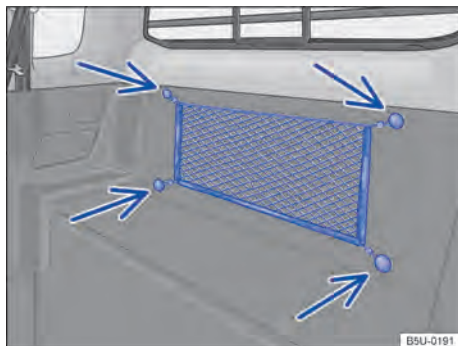

Fig. 147 No compartimento interno de bagagem: rede para cargas leves.
- Prender os olhais da rede nos fixadores → Fig. 147 (setas) existentes no compartimento de bagagem.